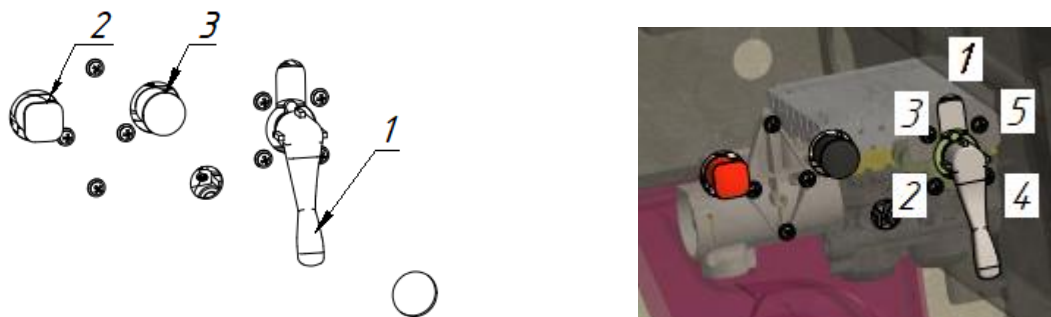

Рис. 2.7 - Пульт управления пневмоподвеской с краном
При подключении полуприцепа соединительными головками (1) к тягачу сжатый воздух по питающей магистрали поступает через магистральный фильтр (2) к крану растормаживания (3) и, проходя через него, заполняет воздушные ресиверы (7). При срабатывании рабочей, стояночной или запасной систем тягача, сжатый воздух по управляющей магистрали подается к выводу тормозного крана (4), который, срабатывая, подает воздух из ресиверов (7) к регулятору тормозных сил (9), где в зависимости от нагрузки на ось входной сигнал регулируется и через ускорительный клапан (11) поступает к тормозным камерам (6, 18), после чего происходит торможение полуприцепа. В случае обрыва соединительных шлангов между тягачом и полуприцепом, полуприцеп самозатормаживается. Для растормаживания (и затормаживания) полуприцепа используется кран с механическими кнопками, расположенный на пульте управления (см. рис. 2.7).
Привод стояночного тормоза пневматический, действует на задние колеса и предназначен для затормаживания полуприцепа. Используется при сцепке и расцепке с тягачом. Затормаживание происходит за счет тормозных камер с энергоаккумуляторами. При отсутствии (отключении) подачи воздуха в пневмосистеме, полуприцеп автоматически затормаживается стояночной системой и ее разблокировка возможна только после накачивания воздуха до нужного давления, либо сжатием пружин энергоаккумуляторов специальными болтами. При наличии воздуха в пневмосистеме стояночная тормозная система полуприцепа может приводиться в действие вручную, потянув на себя кнопку (3), расположенную на пульте управления (рис. 2.7).